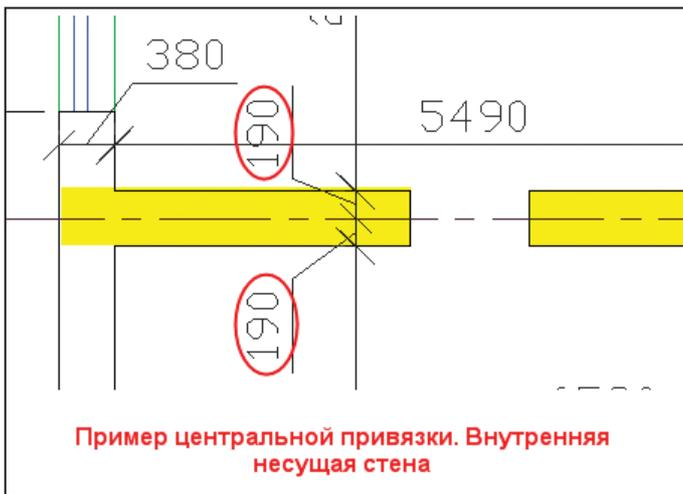

Рис. 3
- **центральная** – стандартная привязка по середине ширины стены, характерная для внутренних несущих стен и перегородок (рис. 3);